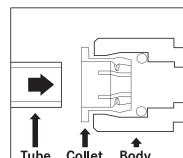

Fig.1
- ▷ Вставьте трубопровод под прямым углом (Рис.1).